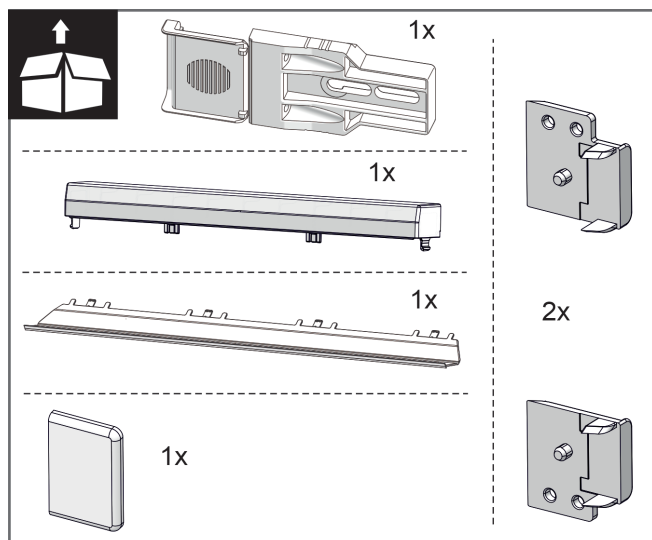
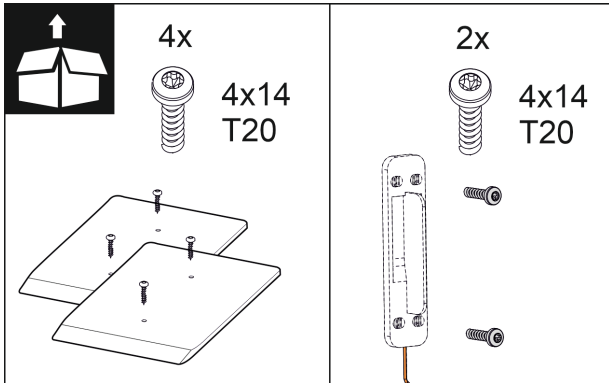

Fig. 10
Fig. 16
2. Meegeleverde montageonderdelen controleren. *Fig. 10 () tot Fig. 16 ()*
Montagedelen meegeleverd *Fig. 10 () tot Fig. 16 ()*